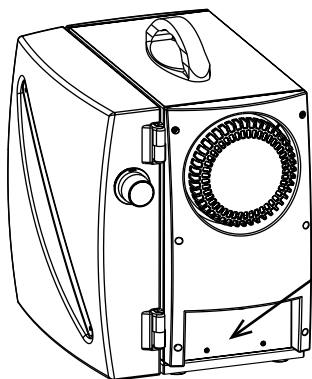

Fig. 6
- Avant de raccorder l'appareil au secteur, vérifiez que la tension sur la plaque signalétique (figure 6)